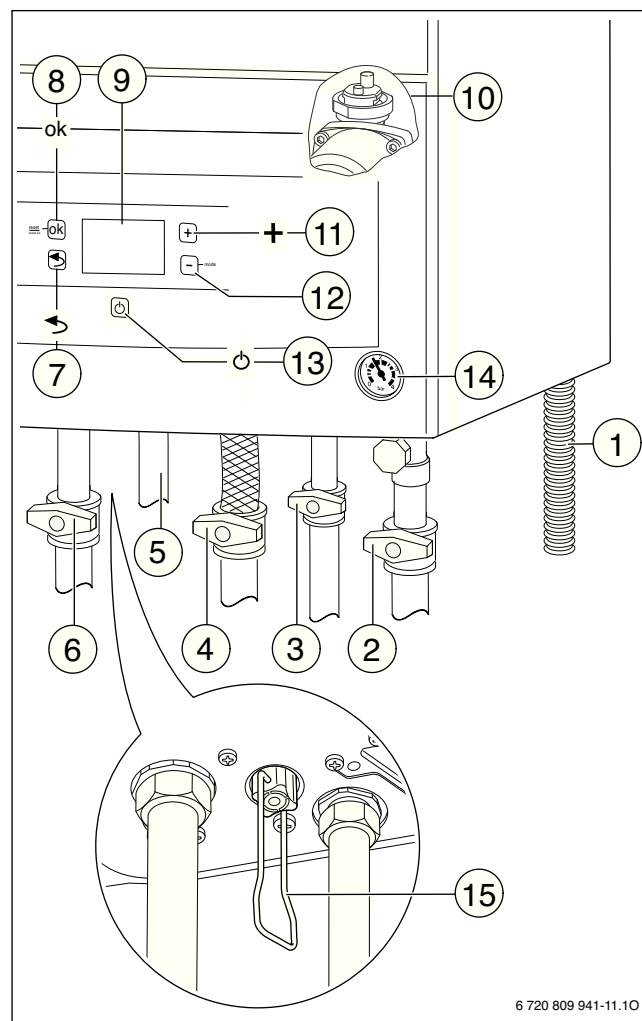

Рис. 26
- ▶ Откройте автоматический воздушный клапан (оставьте открытым) (→ рис. 26, [10], стр. 19).
- ▶ Откройте кран холодной воды (→ рис. 26, [3]).
- ▶ Откройте краны подающей и обратной линий отопления (→ рис. 26, [6] и [2], стр. 19).
- ▶ Откройте газовый кран (→ рис. 26, [4]).